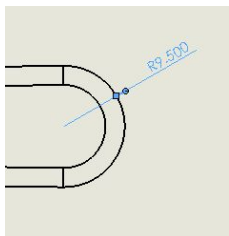

图 10-60 标注圆半径
(1) 单击【注解】工具栏中的  【智能尺寸】按钮, 可以在图纸上标注主要的尺寸, 如图 10-60 所示为标注圆的半径。